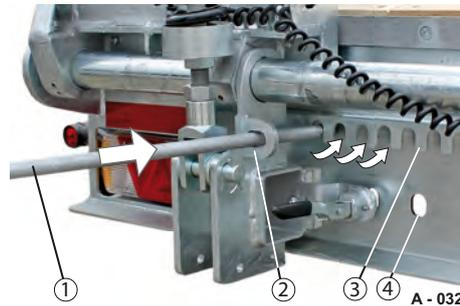
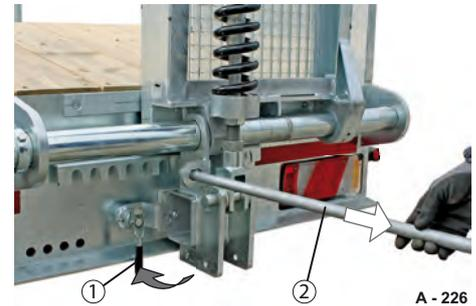

Abb. 84 Spurweite einstellen
Abb. 85 Spurweiten-Raster sichern
- ▶ Bedienstange (Abb. 84/1) durch die Öse (Abb. 84/2) stecken.
- ▶ Mit der Bedienstange ein Raster (Abb. 84/3) nach dem anderen greifen, Auffahrrampe auf die benötigte Stellung schieben.
- Darauf achten, dass der Federhebel in einer der nächsten Sicherungslochung (Abb. 84/4) gesichert werden kann.
- ▶ Federhebel (Abb. 85/1) nach unten drücken. Federhebel rastet in der Sicherungslochung (Abb. 84/4) ein.
- ▶ Bedienstange (Abb. 85/2) herausziehen und sicher vor Beschädigungen ablegen.